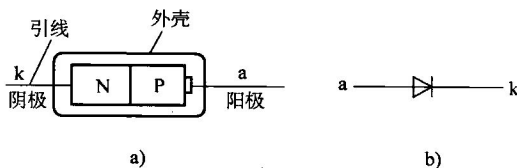

图1-3 二极管结构示意图及电路符号
(1) 二极管的外形与符号 二极管的核心就是PN结，将PN结用金属或塑料封装，从两端各引出一条金属引线，就构成二极管。从P区接出的引线称为二极管的正极或阳极a，从N区接出的引线称为二极管的负极或阴极k。二极管的结构示意图及电路符号如图1-3所示。